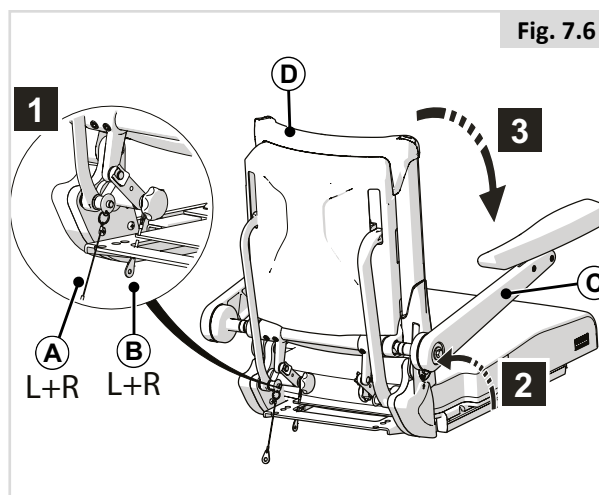

Fig. 7.6
7.5 Nedleggbar tilbakelente rygg med oppvippbare armlener (Fig. 7.6)